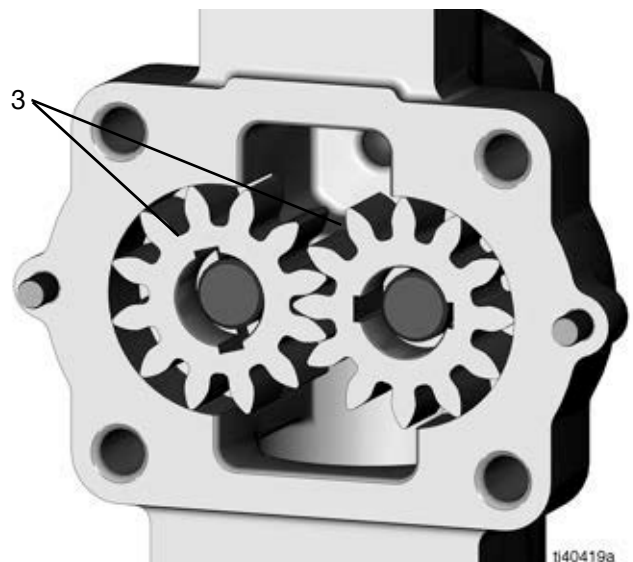

FIG. 10
- Retirez les deux engrenages de pompe (3) (FIG. 10).
- Inspectez la cavité de la pompe et ses engrenages (3) pour vérifier l'absence de dommage et d'usure excessive. En présence de dommage ou d'usure, remplacez l'ensemble de boîtier de pompe. Si l'état est bon, nettoyez la cavité de la pompe et ses engrenages (3) (FIG. 10).
1. Placez les engrenages de pompe (3) sur la cavité de la pompe, en vous assurant qu'ils tournent librement (FIG. 10).